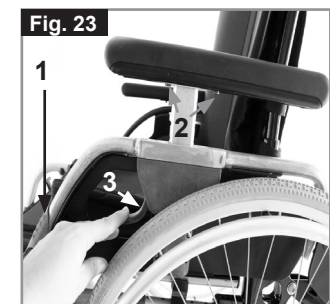

Fig. 23
Die Länge der Armauflage kann eingestellt werden, indem Sie die Schrauben (2) lösen, die Armauflage in die entsprechende Position schieben und die Schrauben wieder anziehen (Fig. 23).